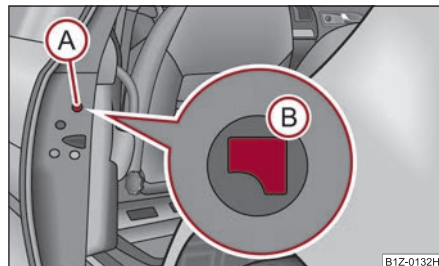

Fig. 45 Puerta trasera:
- Desmontar el paramento (A) ⇒ fig. 45.
- Insertar la llave en la abertura debajo del paramento y empujar la palanca de inmovilización (B) hacia dentro hasta el tope.